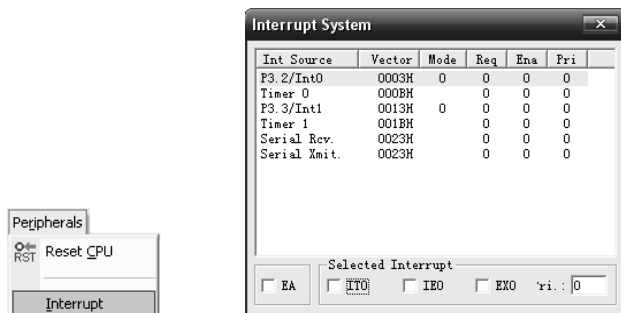

图 6-7 弹出中断系统的状态窗口
(3) 单击菜单“Peripherals”→“Interrupt”, 此时, 弹出中断系统的状态窗口, 如图 6-7 所示。
(4) 按下单步执行按钮 (Step over) , 观察验证定时器/计数器 T1 和中断系统的